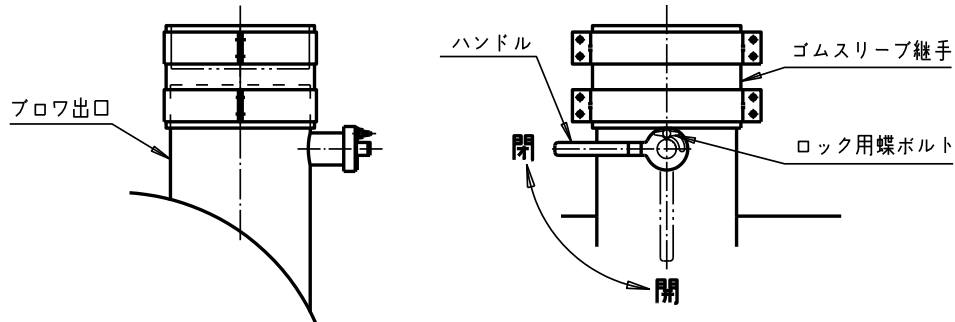

図4 ダンパ
- (1) 風量調整はダンパで可能です。調整をハンドルで行い、その位置はロック用蝶ボルトで固定できます(図4)。